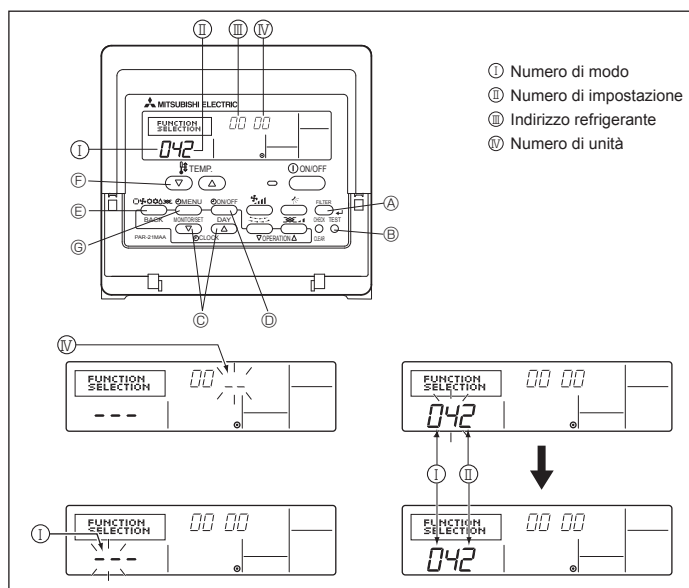

Fig. 6-6
6.3.1. Impostazione delle funzioni sull'unità (Fig. 6-6)